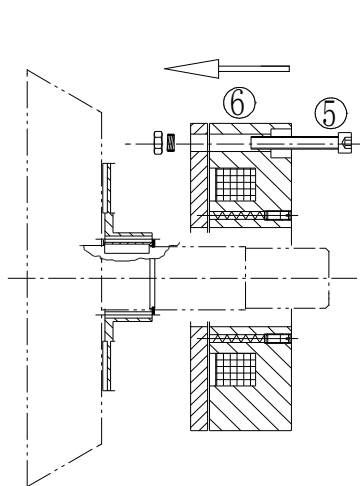

图9.3-11e
- (5) 如图 9.3-11e，装上制动器⑥和制动器安装螺钉⑤（气隙按前面 4.3.2 节调整）；